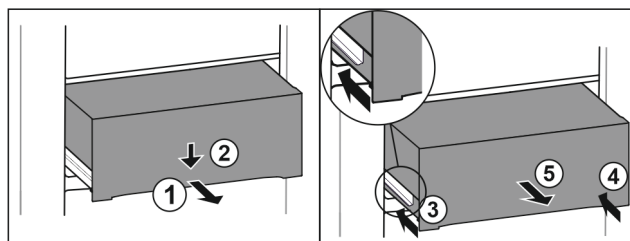

Fig. 154
- Tërhiqni jashtë sirtarin deri në gjysmë. Fig. 154 (1)
- Shtypni për poshtë sirtarin në pjesën përpara. Fig. 154 (2)
- Shtyni brenda shinën e majtë rreth 2 cm. Fig. 154 (3)
- Shtyni brenda shinën e djathtë rreth 2 cm. Fig. 154 (4)
- Hiqeni sirtarin nga përpara. Fig. 154 (5)